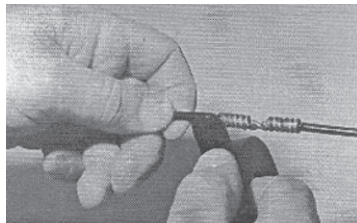

figura 48
1. Prenda a ponta da fita isolante à. isolação do condutor (**figura 48**).